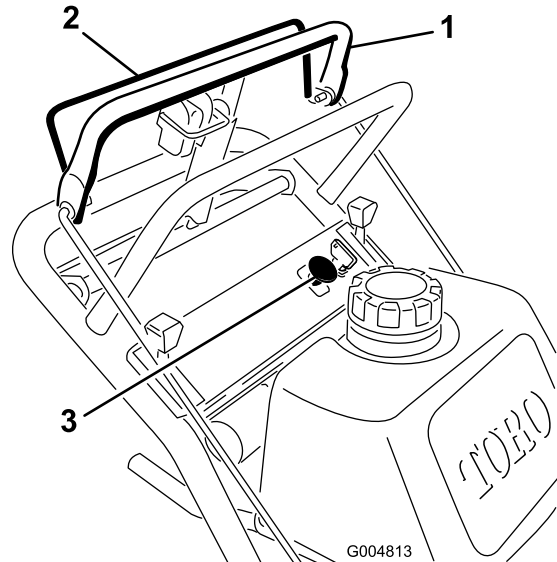

Figure 17
1. Relâchez la barre de commande supérieure pour arrêter la machine (Figure 17).
2. Pour engager les lames, serrez la barre de commande des lames contre la barre de commande supérieure (Figure 17).
Relâchez la barre de commande des lames pour désengager les lames (Figure 17).